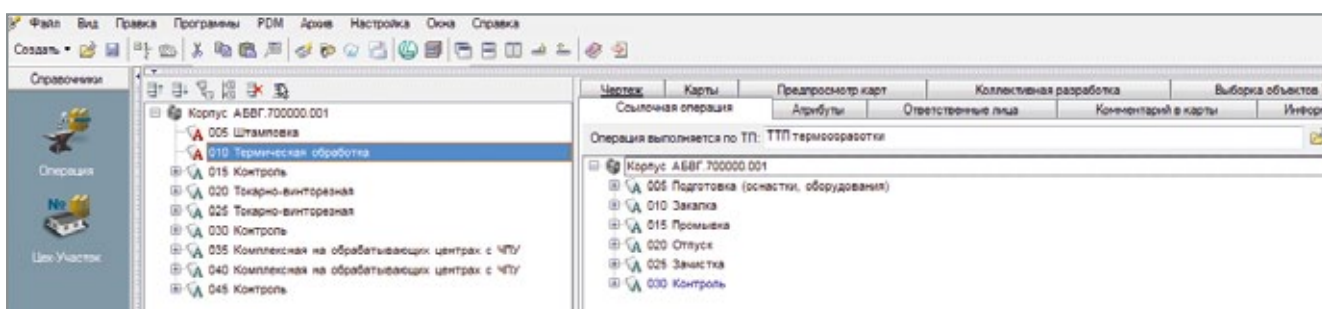

Рис. 4. Ссылка в ТП на типовой техпроцесс термообработки
- при разграничении ответственности между технологами за разработку ТП на разные технологические переделы в технологическом процессе можно создать ссылку на другой ТП, тем самым обеспечив «собираемость» сквозного технологического процесса (рис. 4).